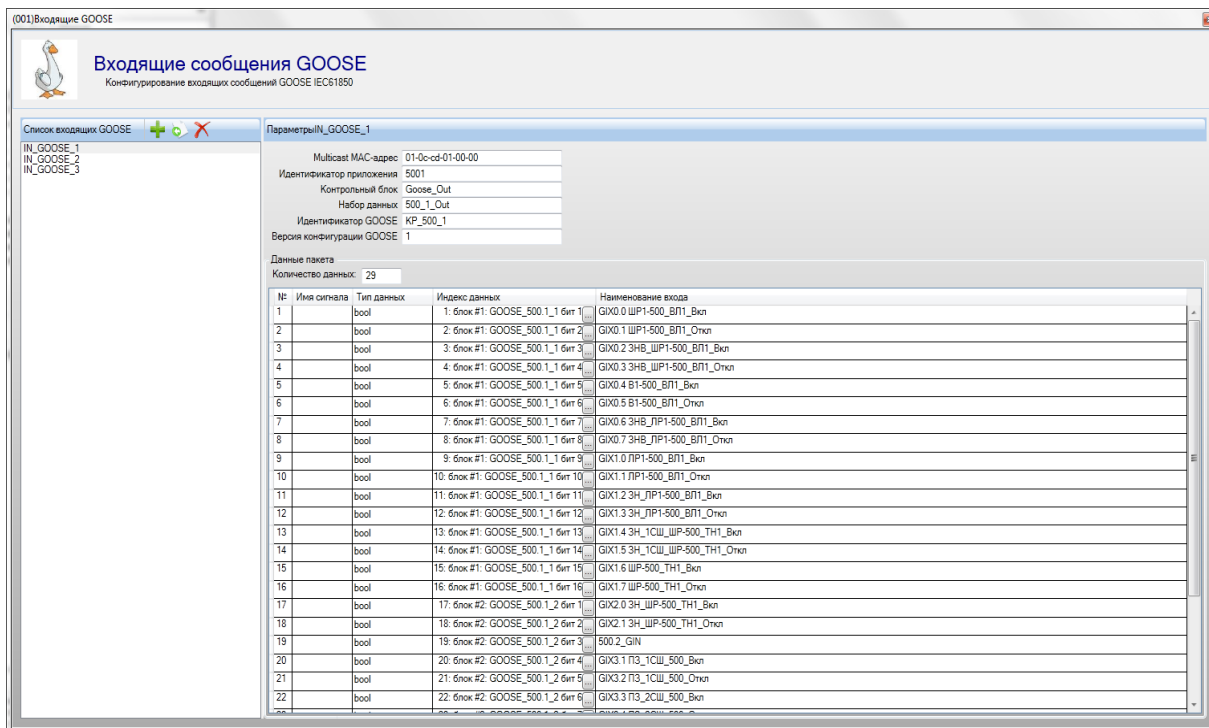
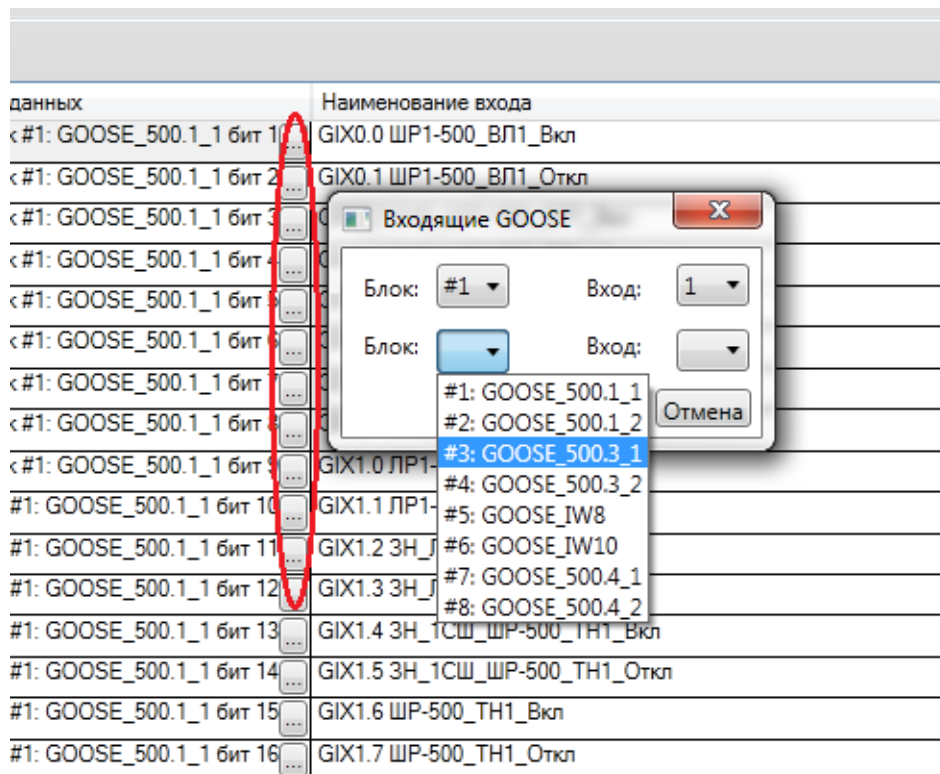

Рисунок 7.11 – Настройка входящих GOOSE
Рисунок 7.12 – Настройка входящих GOOSE
2) в разделе **IEC61850** → **Входящие GOOSE** задать параметры получаемых GOOSE сообщений: по одному блоку IEC 61850\_GOOSE\_IN на каждую рассылку (рисунок 7.11). Для выбора индекса данных необходимо вызвать диалоговое окно (рисунок 7.12).